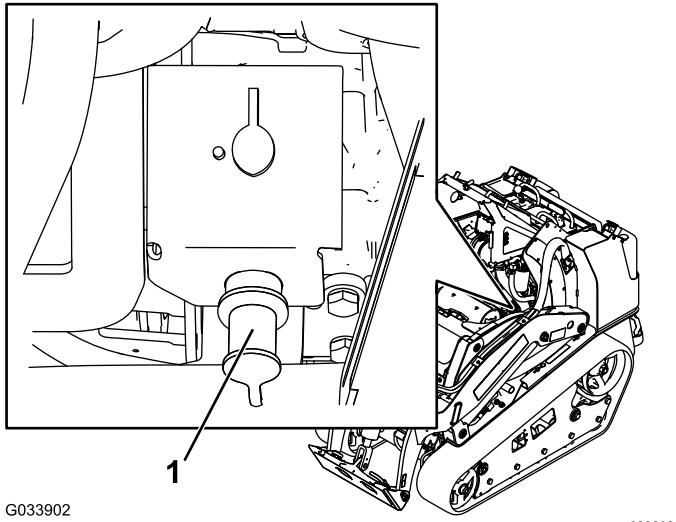

Figure 52
2. Retirez le capuchon de la borne positive de la batterie déchargée (Figure 52)
3. Branchez le câble de démarrage positif (+) à la borne positive (Figure 52).